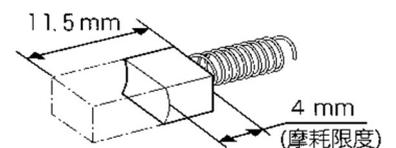

図13
- (1) カーボンブラシは定期的に点検し、長さ4mm以下になったら交換して下さい。(図13)